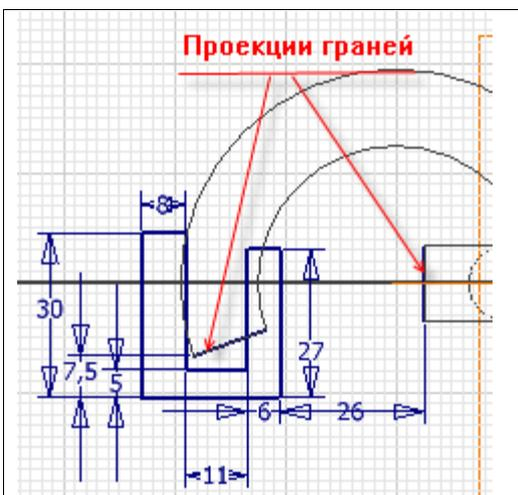

Рис. 27. Эскиз получения поверхности предназначенной под крепление, на первой вспомогательной плоскости.
13. Самостоятельно создайте новый эскиз (рис. 27.) во вспомогательной плоскости **Work Plane3** (проекции получите при помощи команды **Project Geometry** , которые служат базой для обмеривания нового эскиза), а затем воспользуйтесь командой **Extrude**  и вычтите данный профиль  в оба направления  (рис. 28).